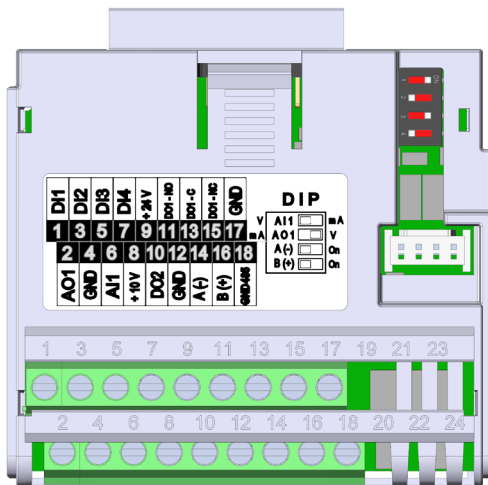

图20.1：插入模块CFW500-IOS
CFW500-IOS插件模块只有通过RS-485端口的14 (A-) 和16 (B+) 的串行 (1) 接口, 见图20.1 (第20-1页)。另请参见, 端子 18 上的 GND485 与端子 17 和 4 上的 GND 隔离。